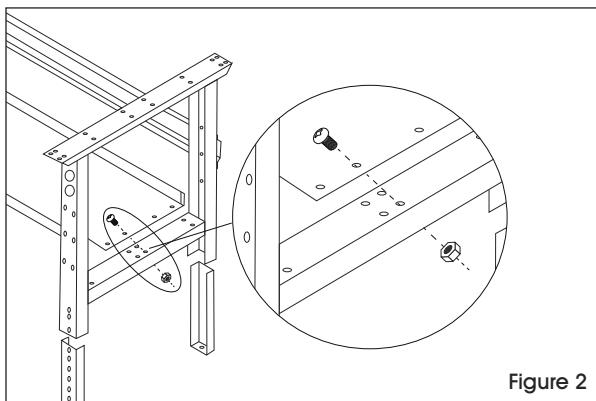

Figure 2
4. Déposez la tablette inférieure (4) sur les renforts transversaux des pattes. Fixez la tablette inférieure à l'aide de 16 boulons et écrous. Maintenant, fixez complètement le matériel utilisé lors de la troisième étape. (Voir Figure 2)
5. Pour fixer le dessus de table (5) à l'ensemble du cadre, placez le dessus de table sur une surface lisse et non marquante, face supérieure vers le bas.